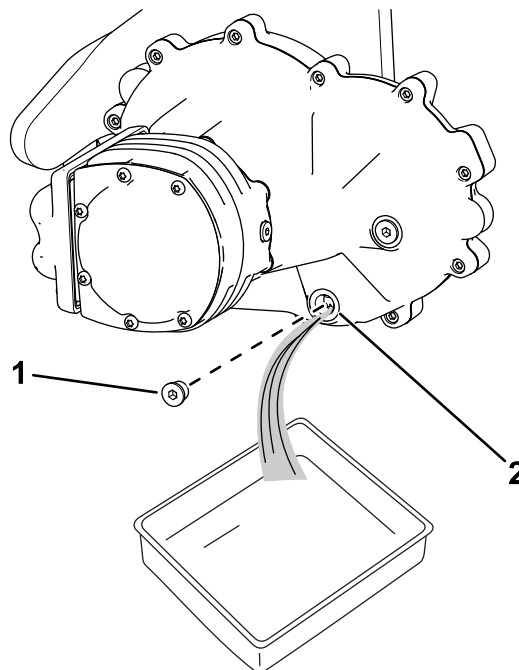

Figura 11
1. Coloque um recipiente de escoamento debaixo do conjunto do motor da roda (Figura 11).
2. Retire o tampão da porta de drenagem (Figura 11).
5. Instale o tampão de drenagem na porta de drenagem (Figura 11).